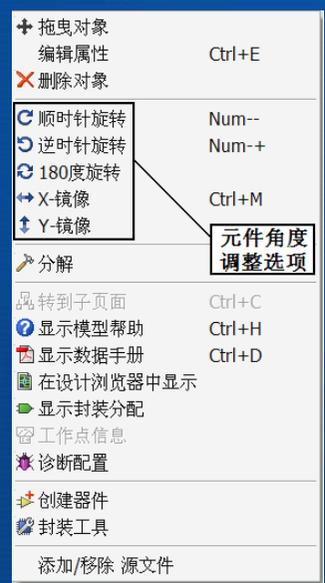

图4-30 调整元件角度的命令选项
2) 调整元件角度，用右键单击需调整的元件，会出现图4-30的菜单，操作菜单中的命令选项即可。